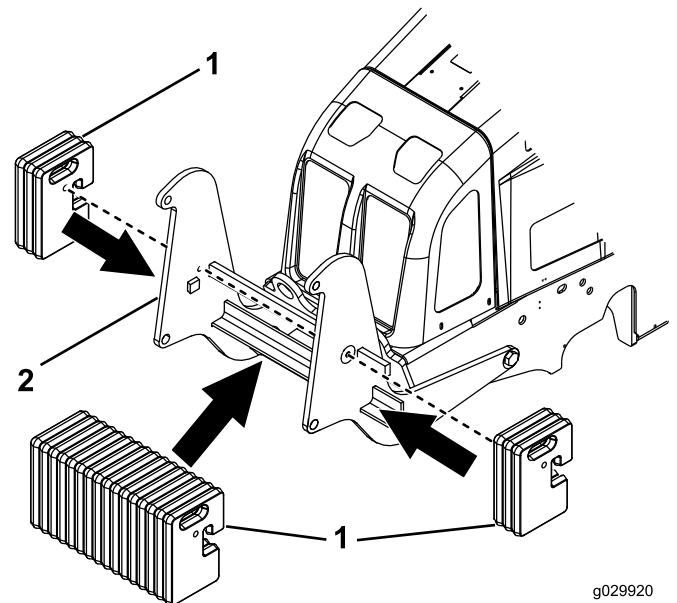

Figure 4
2. À l'aide du matériel de levage, soulevez et installez les contrepoids sur le cadre de montage (Figure 4).